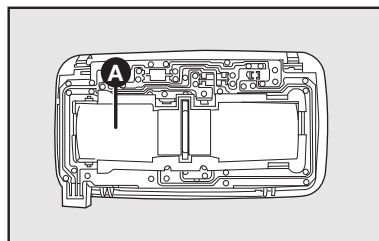

fig. 37
- 3) tire de la tapa **A-fig. 37** interna, para tener acceso a las lámparas;